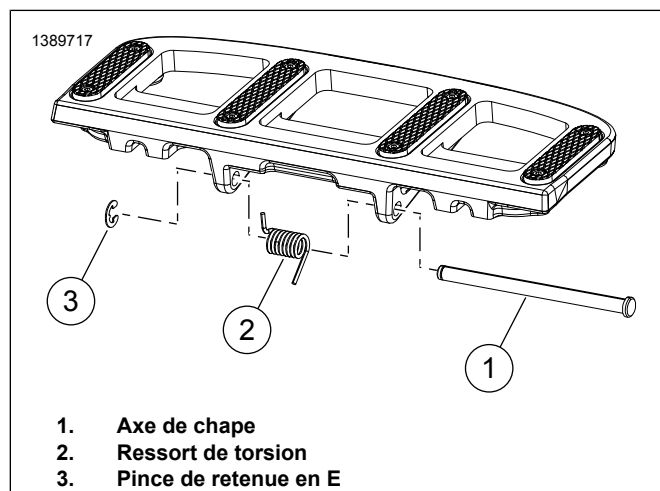

Figure 2. Kit de repose-pieds pour conducteur
1. Figure 2 Enlever la pince de retenue en E (3), l'axe de chape (1) et le ressort de torsion (2).
- a. **Kits 50501679, 50501648, 50502256 50502257** : Figure 2 Insérez l'extrémité courte du ressort de torsion Équipement d'origine (OE) (2) dans le trou le plus avant du marchepied.